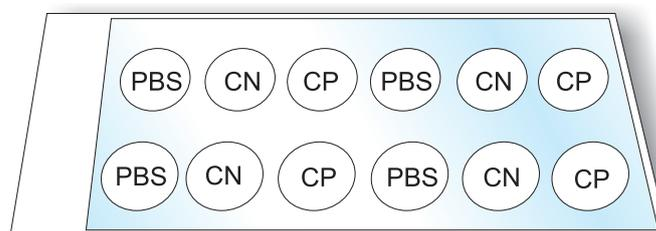

Figura 9 – Representação de uma lâmina para titulação do conjugado
5. faça a identificação da lâmina e prepare um protocolo de trabalho, indicando as posições do soro controle positivo (CP), do negativo (CN) e do PBS. Veja na figura 9.
8. pipete nas derivações correspondentes da lâmina (figura 9) 10 µl do PBS, 10 µl do CN já diluído e 10 µl do CP já diluído;